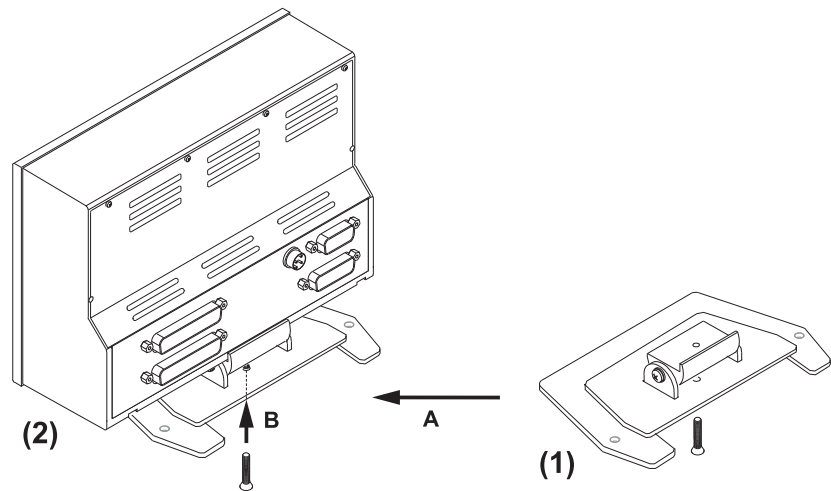

Bild D 7-13: Befestigen des Tischfußes (10600-PLUS)
- Platzieren Sie an der hinteren Kante auf der Unterseite des Gehäuses mittig den Standfuß und befestigen Sie ihn mit der Schraube. (Bild D 7-13, siehe auch Kapitel D 7.2.)